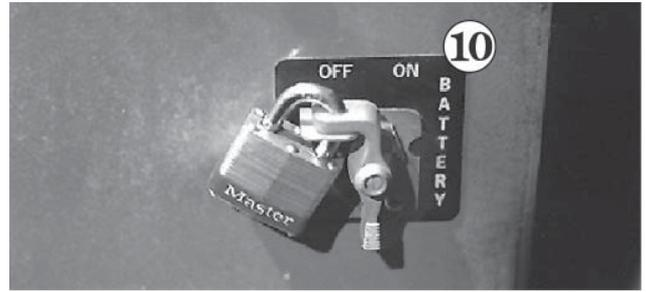

Abb. 10.3
2. Den **Batterieschalter** 10 ausschalten und mit einem Vorhängeschloss sichern (siehe Abb. 10.3).